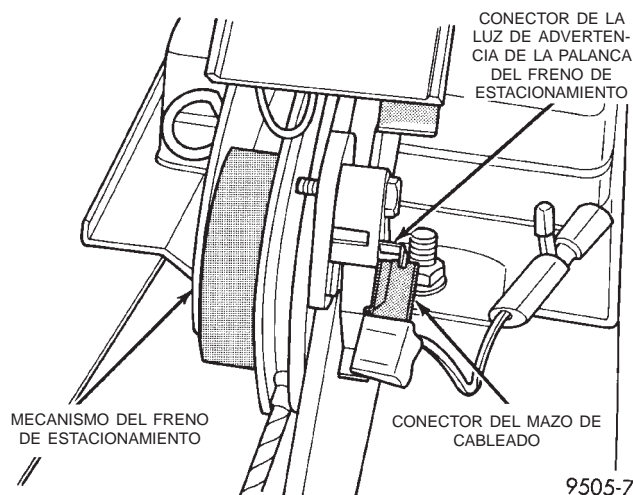

Fig. 132 Conexión de la luz de advertencia de freno a la palanca del freno de estacionamiento
(8) Retire el conector eléctrico del mazo de cableado para la masa de la luz de advertencia de freno, de la palanca del freno de estacionamiento (Fig. 132).
(5) Conecte el conector eléctrico para la luz de advertencia de freno en el terminal en el conjunto de la palanca del freno de estacionamiento (Fig. 132).
(6) Gire la palanca del freno de estacionamiento una vez para posicionar los cables de dicho freno. Luego haga regresar la palanca del freno de estacio-